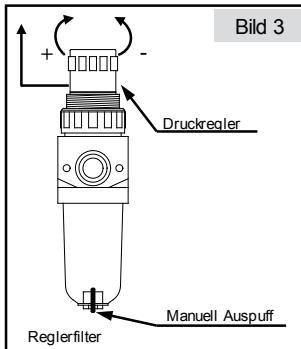

Bild 3
Um den Druck zu regeln, aufheben und drehen Sie Knopf in die gewünschte Richtung (Bild 3). Am Ausgangsdruck-Manometer können Sie den eingestellten Druck ablesen, vorausgesetzt der Druckschlauch mit Spritzpistole ist angeschlossen.
- + Um regelmäßig aus dem Kondensat Filter-Regler zu verlassen, drücken Sie auf der Drain-Handbuch unter dem Glas. –Fig. 3